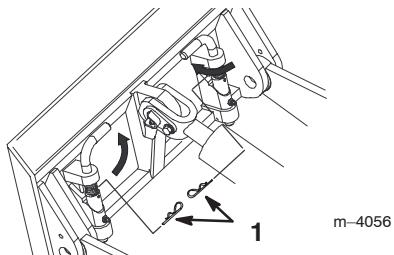

Figure 7
- Pour de longues séances de labour, il est conseillé d'insérer deux goupilles épingle dans les goupilles de blocage rapide de la plaque de montage (Fig. 7) afin d'éviter que les vibrations ne débloquent les goupilles rapides.